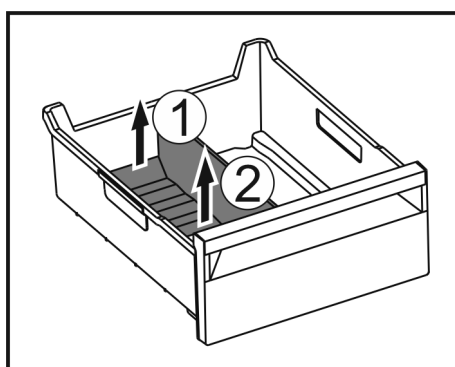

Fig. 144
- Zvedněte zadní část přepážky přihrádky na led. Fig. 144 (1)
- Přepážku přihrádky na led vyjměte nahoru. Fig. 144 (2)